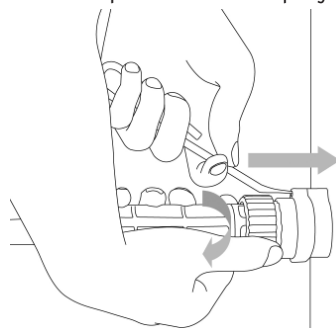

Рис. 7.5. Фиксация разъёма.
2. Нажимая ключом на стопорное кольцо, закрутите гайку плазморона. Убедитесь в плотной фиксации соединения (См. рис. 7.5). Панельный разъем плазморона показан на рисунке 7.6.